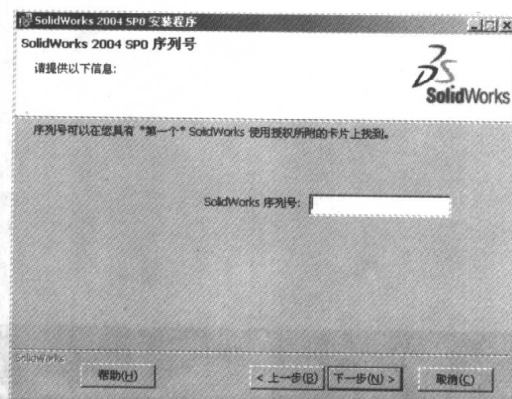

图 1-5
4. 输入厂商提供的序列号, 单击【下一步】, 如图 1-5。